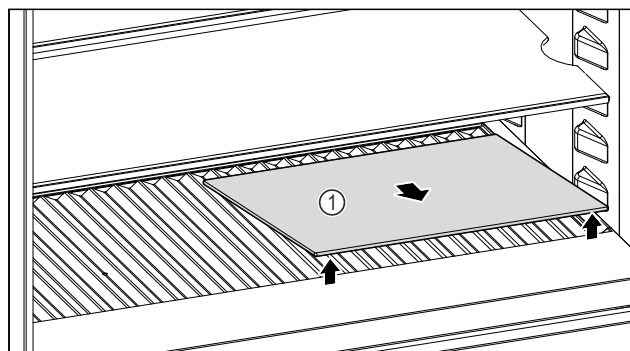

Fig. 206
- Lyft glasskivan Fig. 206 (1) i ursparingen framtill och ta ut den.
- Förvara glasskivan Fig. 206 (1) säkert utanför skåpet.